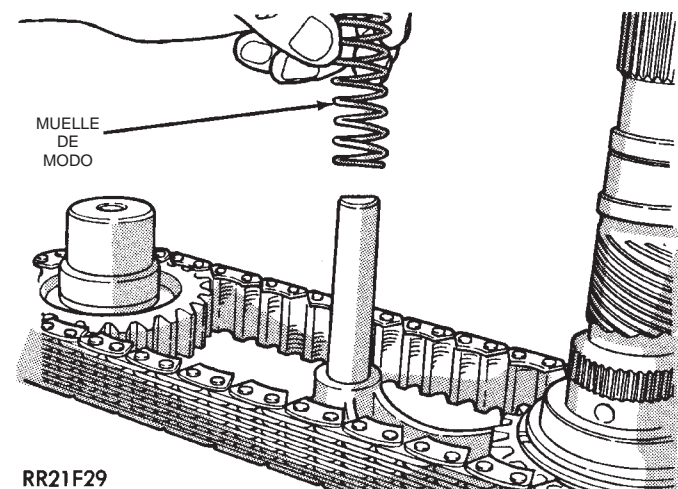

Fig. 21 Desmontaje del muelle de horquilla de modo
(6) Retire el muelle de la horquilla de modo (Fig. 21).